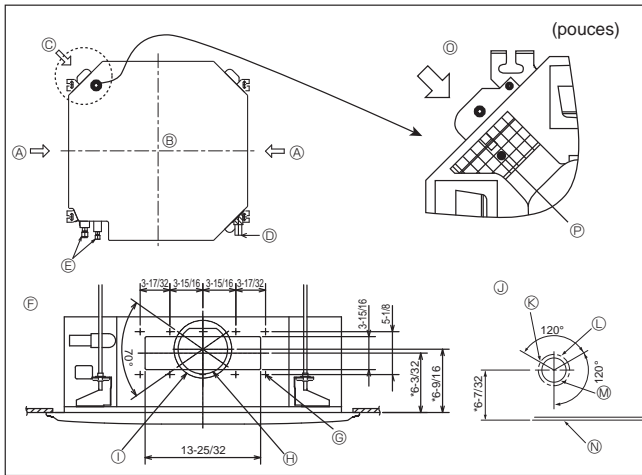

Fig. 2-3
2.3. Orifice pour le tuyau d'embranchement et orifice pour l'arrivée d'air frais (Fig. 2-3)
Lors de l'installation, utiliser les orifices des tuyaux (coupés) dont les positions sont indiquées dans les Fig.2-3, en cas de nécessité.